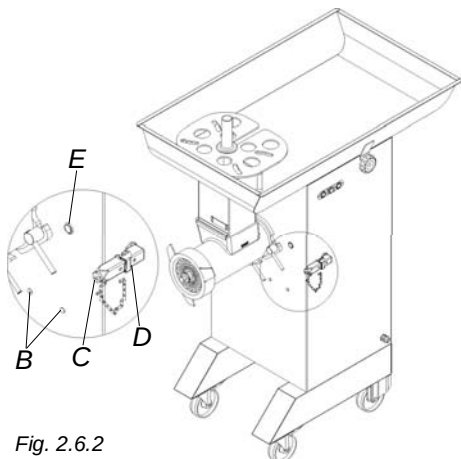
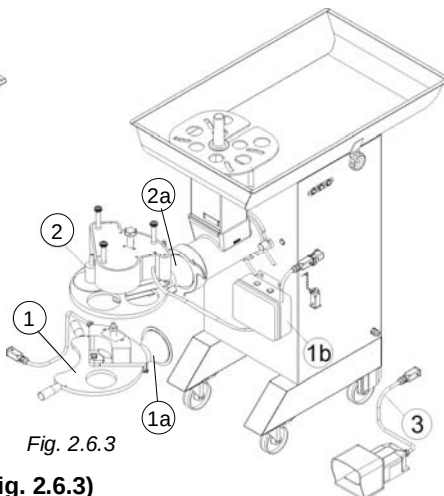

Fig. 2.6.2
Fig. 2.6.3
2.6.2 Amburgatrice semi automatica (1 fig. 2.6.3)
- una parte che viene rigidamente fissata alla bocca tramite la ghiera della bocca stessa (1a fig. 2.6.3);
- un connettore ILME maschio uscente da questa che va ad innestarsi al corrispondente femmina (D fig. 2.6.2) presente sulla macchina.
2.6.3 Amburgatrice automatica (2 fig. 2.6.3)
- una parte che viene rigidamente fissata alla bocca tramite la ghiera della bocca stessa (2a fig. 2.6.3);
- una scatola elettrica (1b fig. 2.6.3) agganciata alla macchina tramite due piolini (B fig. 2.6.2);
2.6.4 Pedaliera (3 fig. 2.6.3)